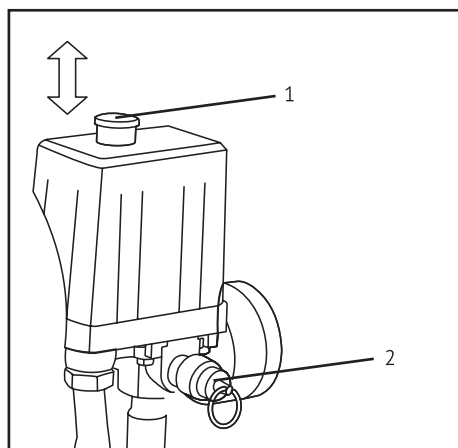

Рис. 6
- Установите выключатель, расположенный на реле давления в положение **вкл** (Рис. 6, поз. 1). При первом включении или после долгого перерыва позвольте работать компрессору 10 мин. на холостом ходу. Это необходимо для обеспечения смазки всех необходимых узлов компрессора.
- Регулировка давления осуществляется при помощи регулятора выходного давления (рис. 1, 2, 3 поз. 4). Остановка компрессора производится путем нажатия на выключатель, расположенный на реле давления. Рис. 6 поз. 1
- Для ручной проверки предохранительного клапана дерните за кольцо его чеки (рис. 6, поз.2), чтобы сбросить давление.